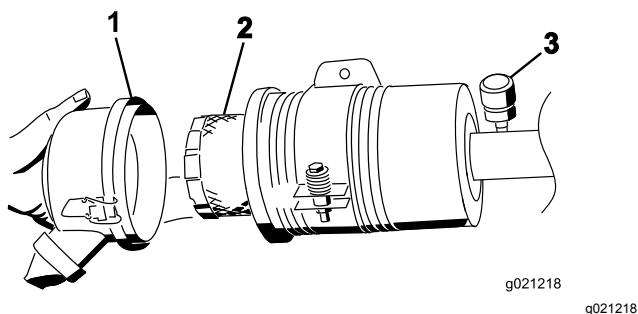

Figura 70
3. Retire y cambie el filtro (Figura 70).